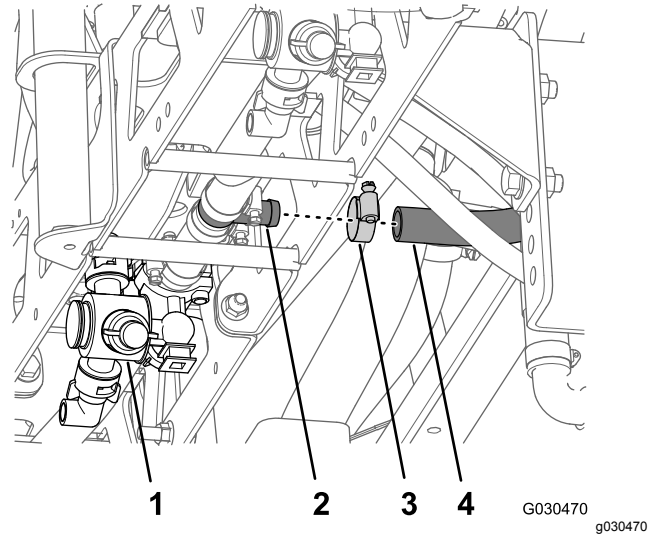

Figure 62
4. Juste à côté de la buse de pulvérisation centrale, retirez le collier et le flexible de rampe du raccord en T cannelé (Figure 62).